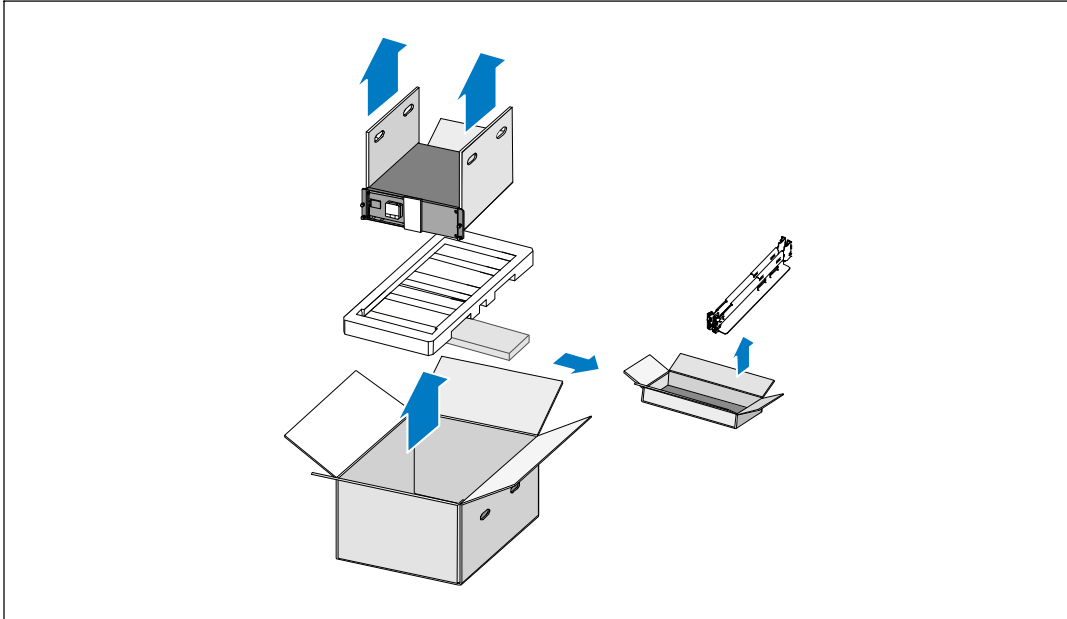

Figure 3. Retrait du module et du kit de glissières
- 2 Avec une personne de chaque côté, levez soigneusement le module hors du carton extérieur en utilisant les poignées du carton et posez-le sur une surface plane et stable (voir Figure 3).